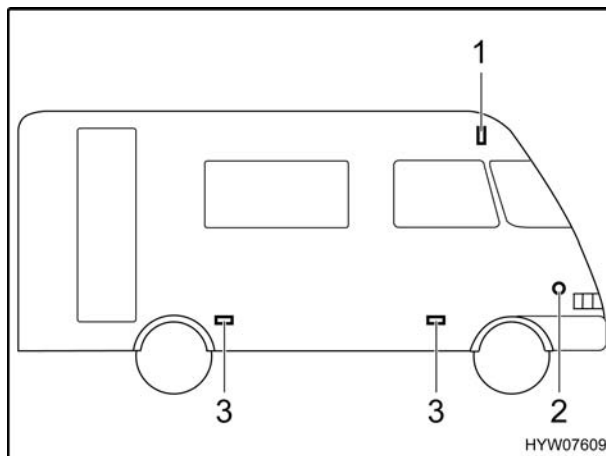

Fig. 203 Luci laterali (B-Classic)
**B-Classic****Luce di sagoma (Fig. 203,1)**
**Indicatore di direzione (Fig. 203,2)**